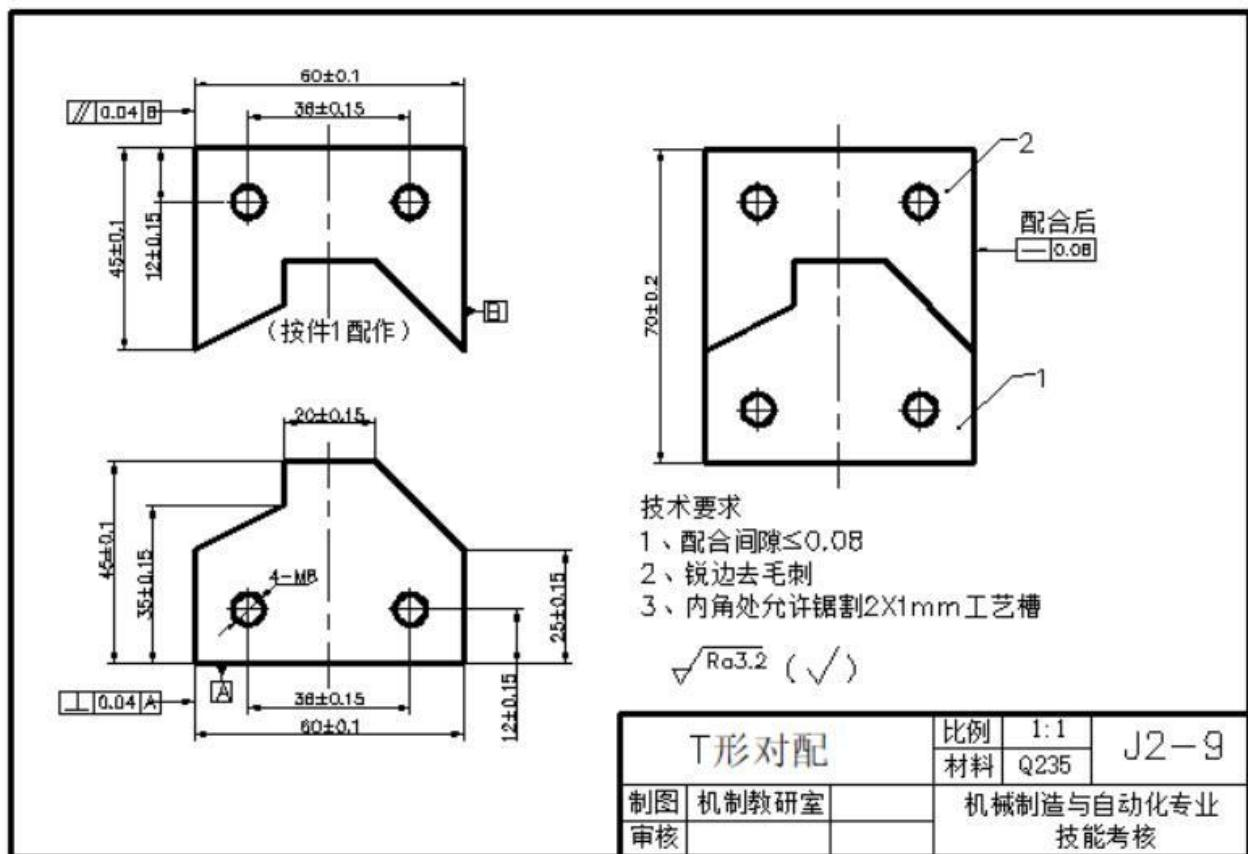

图 J2-9-1 T型对配
- 3) 根据零件图 J2-9-1 的要求完成凸、凹零件的加工与配锉加工。去毛刺, 倒棱角 C0.3, 配合面不允许倒角, 不准使用专用工、夹具加工和抛光;